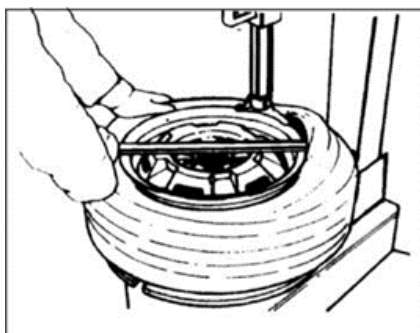

Fig. 12
4. En utilisant le levier, placer le bord du pneu sur la tête monte/démonte-pneu, puis appuyer sur la pédale de contrôle du plateau pour tourner le plateau dans le sens horaire jusqu'à ce que le pneu soit complètement démonté (Fig.12). Nous proposons de placer la tête de démontage à environ 10 mm sur le côté droit de la valve d'air si la roue a un profil roulé ou semi roulé, afin qu'il ne s'endommage pas.